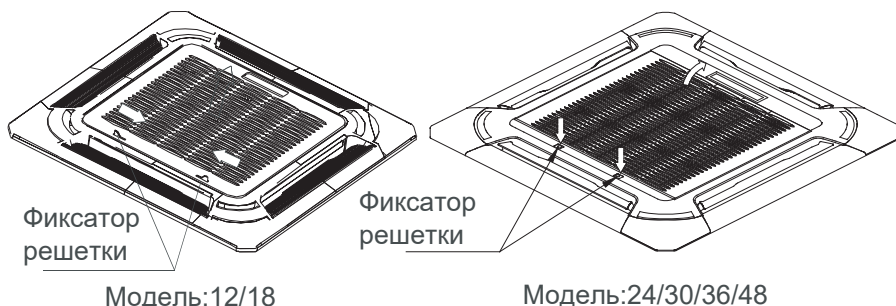

Рис.20
1. Одновременно нажать на оба рычага-фиксатора в указанном направлении и перевести рычаги в верхнее положение, потянув их на себя (Рис.20).